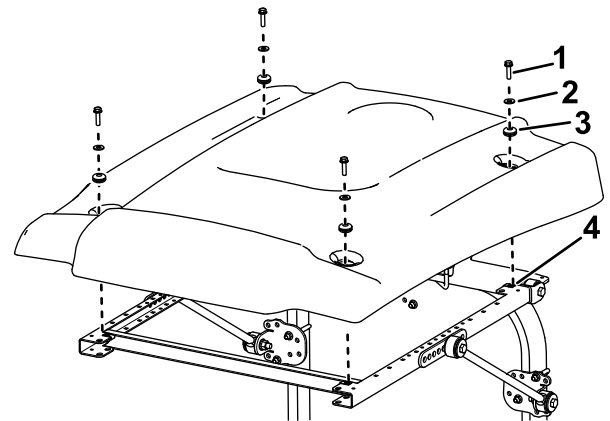

Figure 28
15. Lors de l'alignement des trous de fixation, positionnez le pare-soleil sur le cadre comme montré à la Figure 28.
16. Fixez légèrement chaque coin du pare-soleil au cadre avec un boulon à embase (5/16" x 1"), une petite rondelle et une bague (Figure 28).